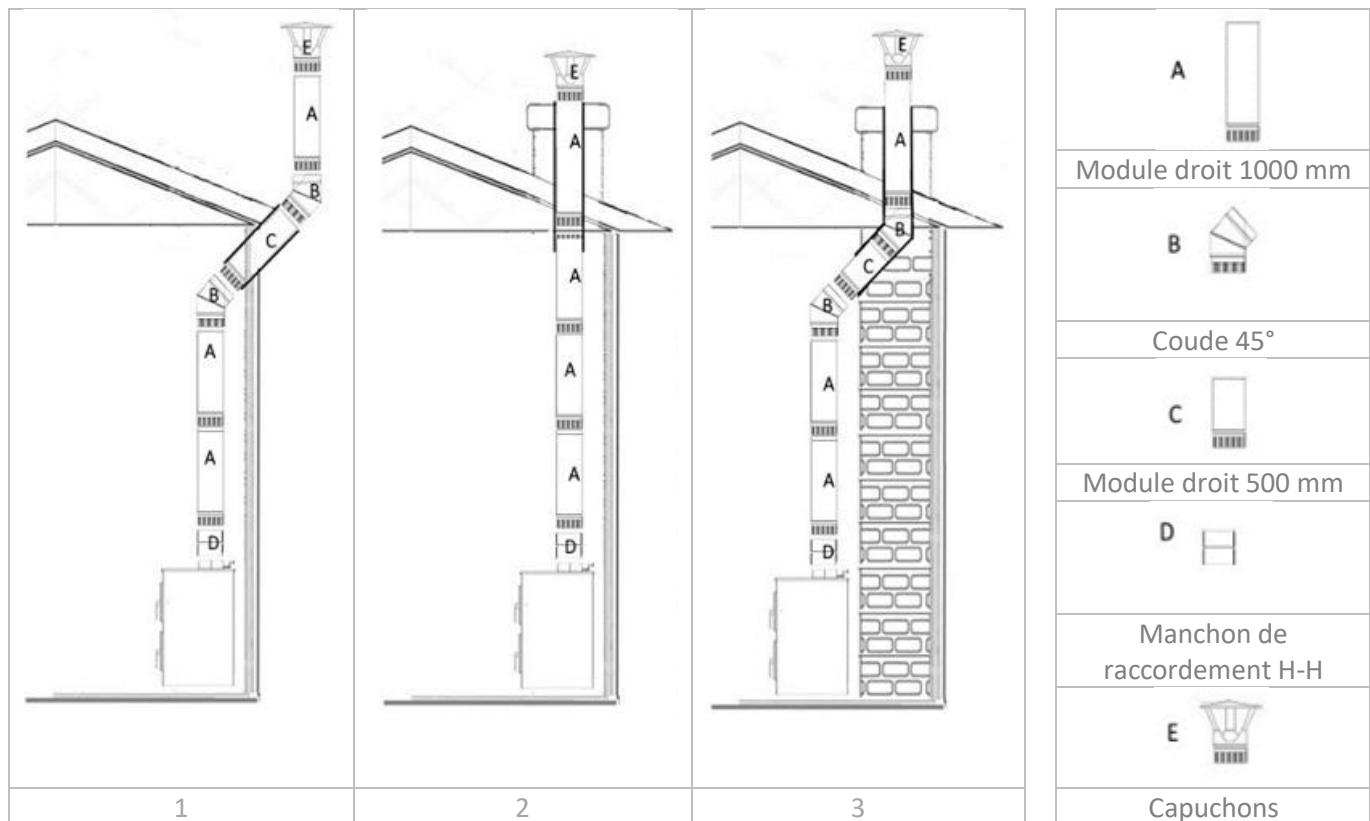

Figure 2
3. **SECTION VERTICALE (A).** La longueur totale du tuyau vertical nécessaire pour atteindre le toit et assurer le tirage naturel (dépression des fumées) peut varier d'une installation à l'autre, en fonction de divers facteurs, mais se situe généralement entre 4 et 6 m environ. Cependant, une performance optimale est garantie avec un vide minimal d'environ ± 15 Pa (pascals).
4. **COUDES (B).** Si des coudes sont nécessaires (voir schémas 1 et 2 de la figure 2), les conduits seront raccordés à l'aide de coudes. Ceux-ci peuvent atteindre 45° et ne doivent pas être rétrécis. Les points suivants doivent également être pris en compte :
5. **COUPE HORIZONTALE (C).** Le conduit de raccordement ou la section horizontale de la cheminée doit être conçu avec la longueur la plus courte possible et éviter autant que possible les changements de direction et de section. Les points suivants doivent être pris en compte :
6. **MANCHON D'UNION (D).** Pour raccorder correctement le conduit vertical au collier de sortie m (mâle) de la cuisinière, un manchon h/h (femelle/femelle) est nécessaire, de sorte que l'extrémité m (mâle du conduit vertical soit orientée vers le bas).
7. **CHAPEAU DE CHEMINÉE (E).** Pour une bonne évacuation des fumées et pour éviter les effets du vent, certaines distances minimales par rapport au chapeau de cheminée sont requises. Voir la figure suivante :